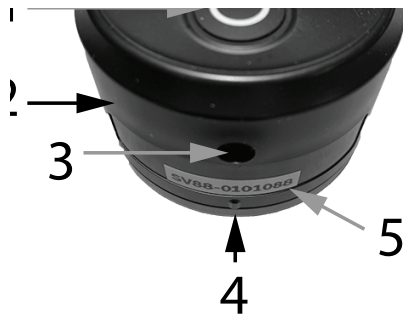

Figure 4.3 Boîtier du capteur.
1. Déposez la vis de réglage du capteur (illustrée sur la Fig. 4.3, ci-dessus).